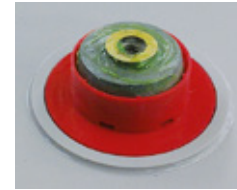

Abb. 5-15: Exemplarische Polabdeckung bei GroE (ähnlich grid | power v m)
2. Bringen Sie die Verbinder an, wie in Abb. 5-15 gezeigt. Ziehen Sie die Schrauben zunächst nur mit der Hand an, um Zellen und Verbinder abschließend noch einmal ausrichten zu können.